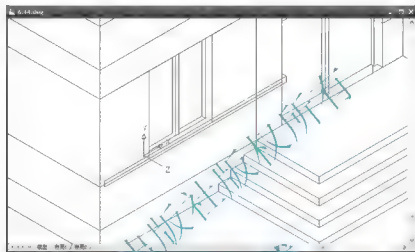

图 6.44 绘制窗台
- (3) 在指定下一个点或 [圆弧(A)/半宽(H)/长度(L)/放弃(U)/宽度(W)]: 提示下, 输入“W”后按 Enter 键。
- (4) 在指定起点宽度 <0.0000>: 提示下, 输入“120”。
- (5) 在指定端点宽度 <120.0000>: 提示下, 按 Enter 键执行尖括号内的值。
- (6) 在指定下一个点或 [圆弧(A)/半宽(H)/长度(L)/放弃(U)/宽度(W)]: 提示下, 打开【正交】功能, 将光标向 X 轴的正方向拖动, 输入“4320”, 表示该窗台线长度为 4320mm。
- (7) 按 Enter 键结束命令, 结果如图 6.44 所示。